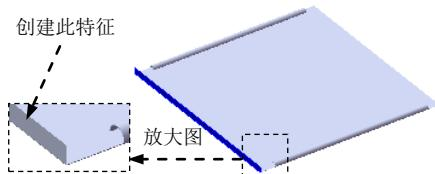
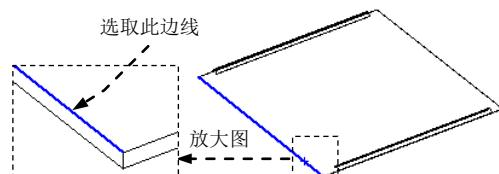

图 17.12.29 创建边线一法兰 1
图 17.12.30 定义特征的边线
Step8. 创建图 17.12.29 所示的边线一法兰 1。
(1) 选择命令。选择下拉菜单 **插入(I)** → **钣金(B)** → **边线法兰(E)...** 命令, 系统弹出“边线法兰”对话框。
(2) 定义特征的边线。选取图 17.12.30 所示的模型边线为生成的边线法兰的边线。